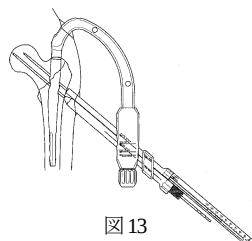

図13
- 11) エクストラスクリュー用ガイドピンスリーブ (内筒) を抜き、スリーブ (外筒) 先端を骨面に押し当て、スリーブ (外筒) 後端に 3.2 ガイドピンデプスゲージを押し当て、ガイドピン刺入深さを計測します。(図13)